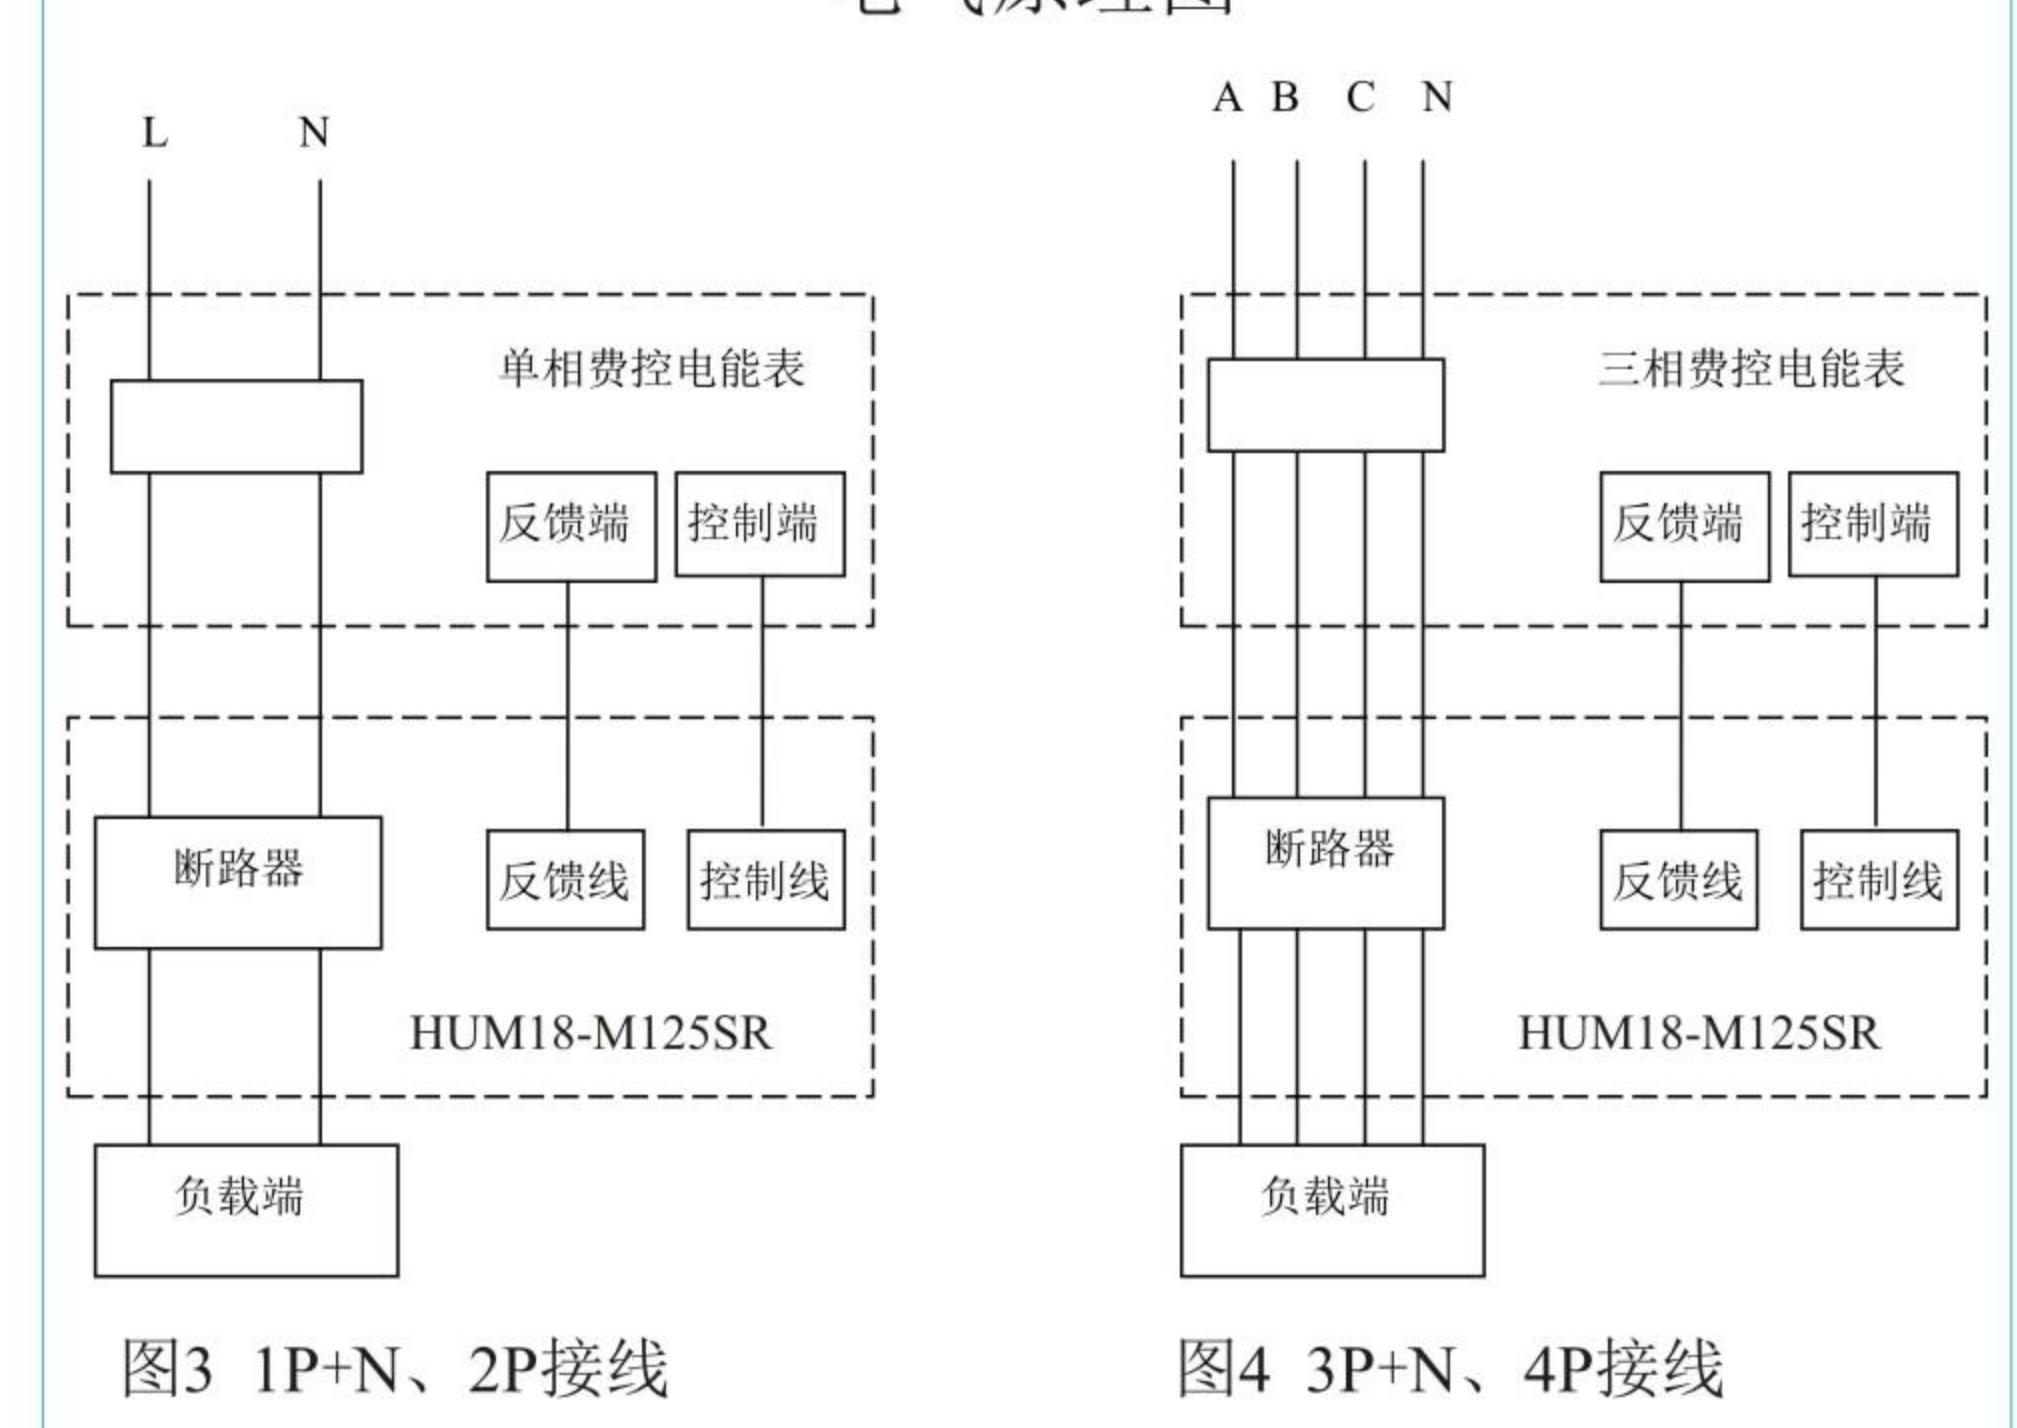
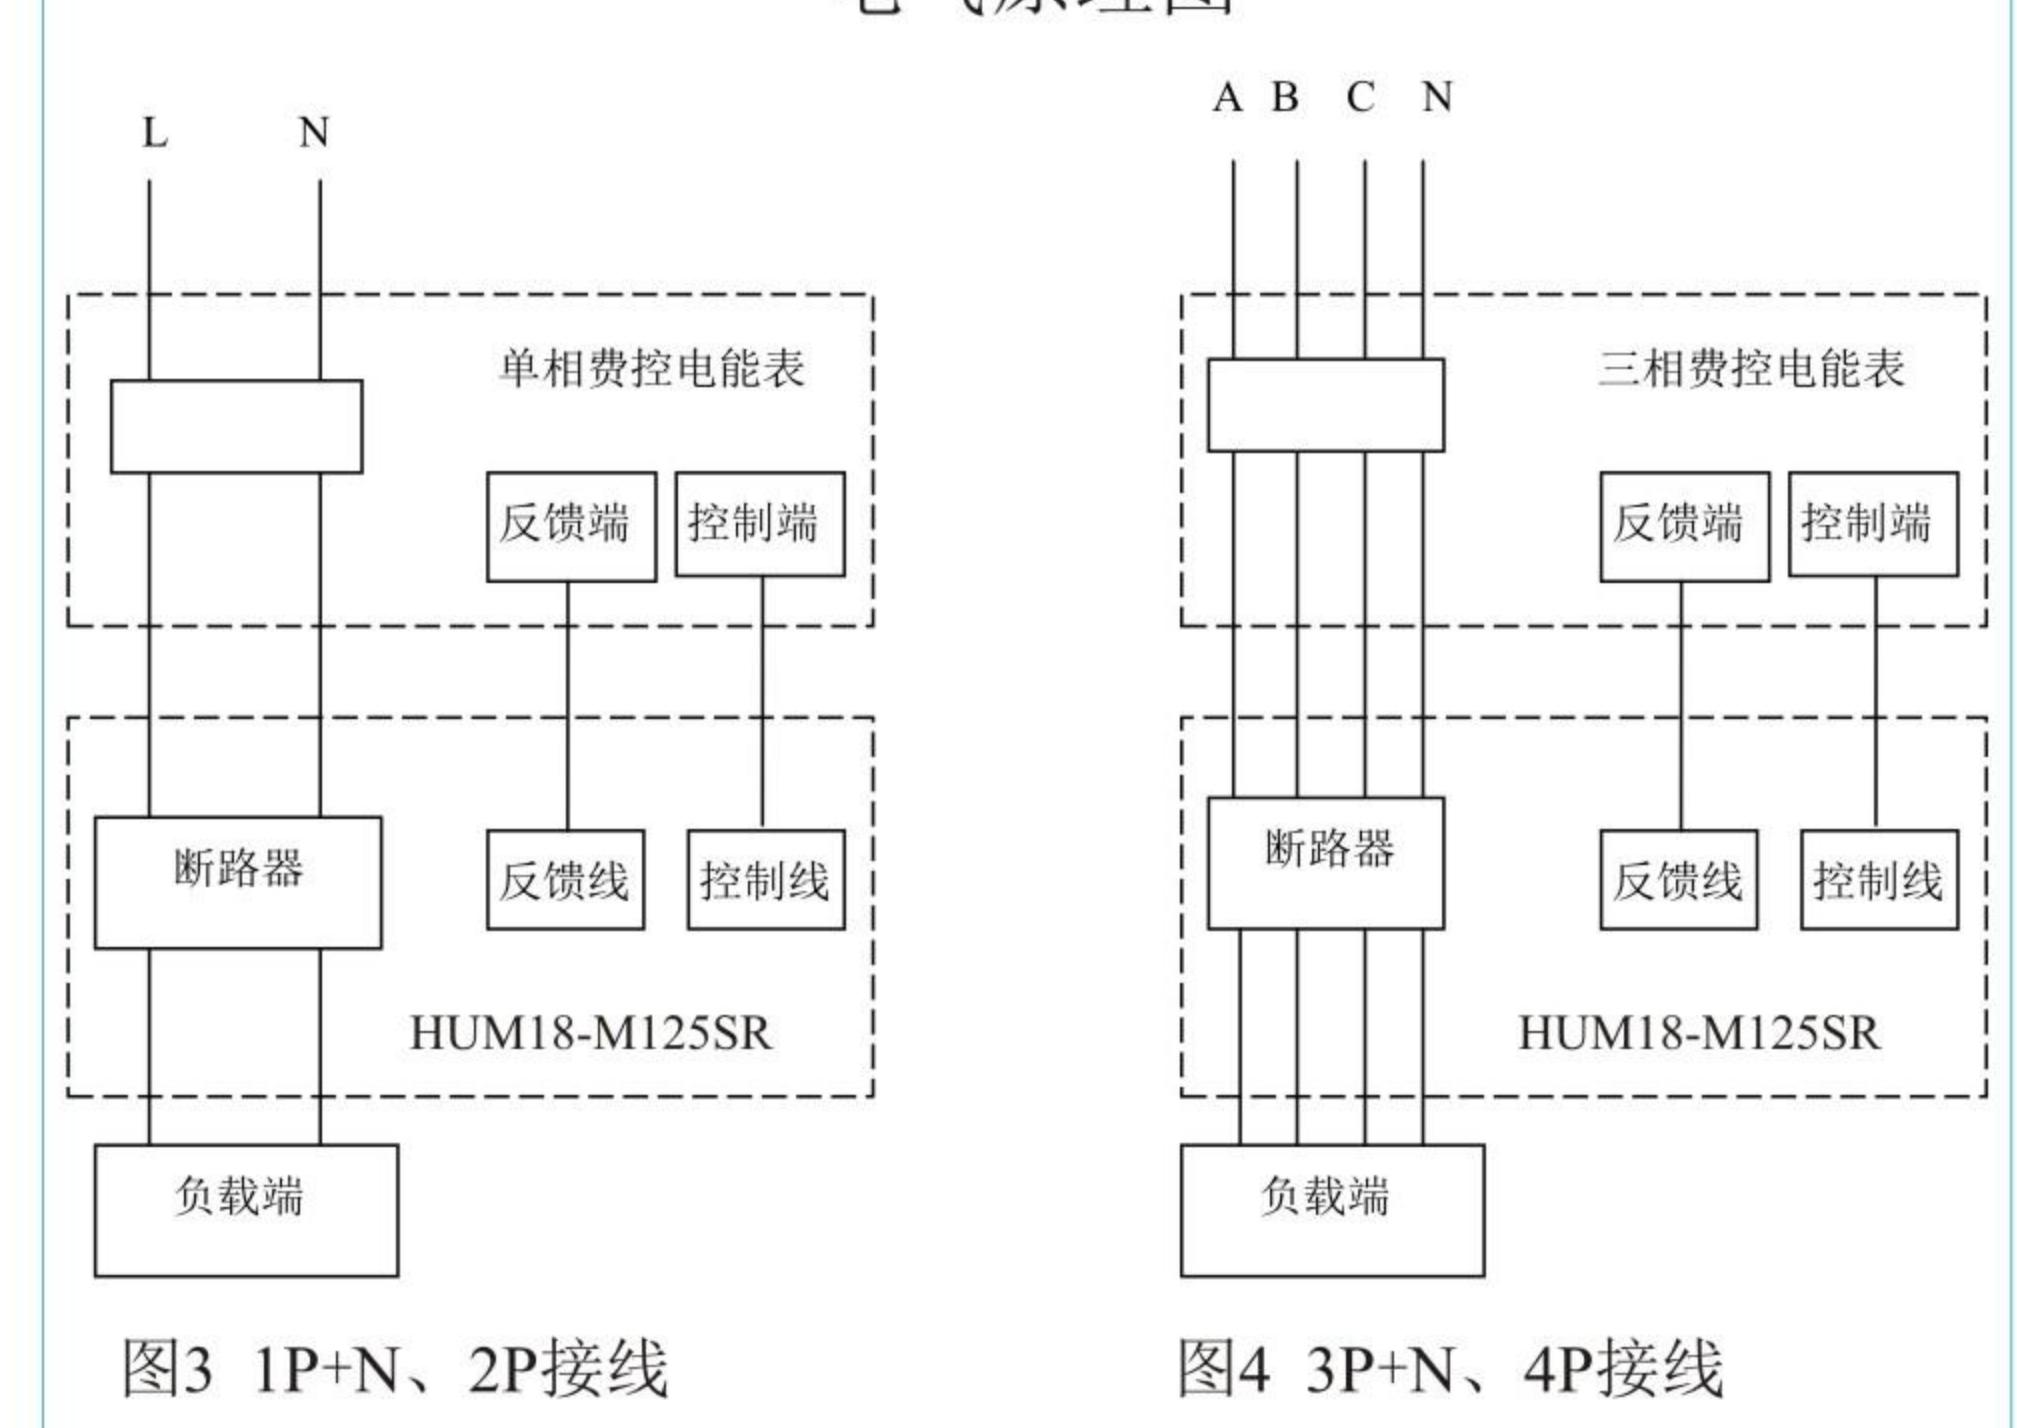

图3 1P+N、2P接线
图4 3P+N、4P接线
7.2 将产品安装到35mm导轨上(断路器上进线接电源,下出线接负载,不允许倒接)。按图3、图4接线,并插入控制线,反馈线(智能电表若无反馈接口,则不接反馈线)完成后送电。电气原理图中相应控制线接控制端,反馈线接反馈端。